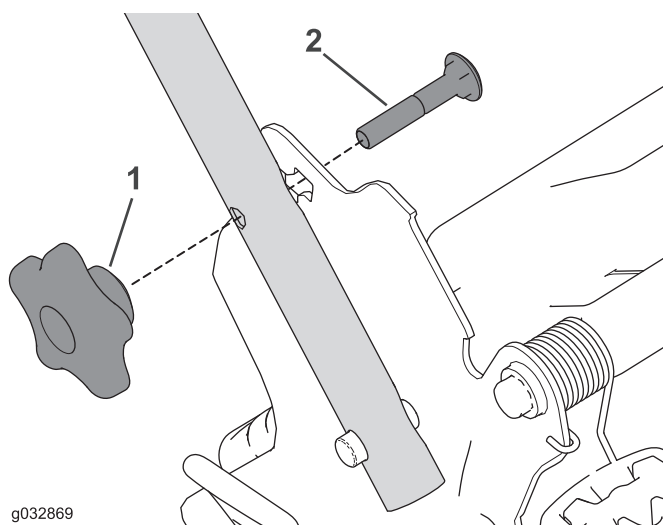

Figura 25
1. Retire y guarde los 2 pomos del manillar y los 2 pernos de cuello cuadrado de los soportes del manillar (Figura 25).